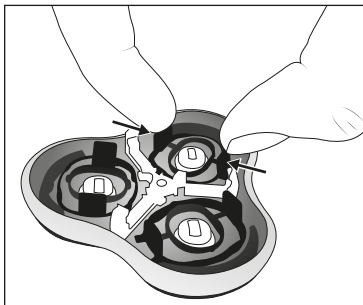

Bild 3
- 2) Tryck ut de båda flikarna som står ut och ta loss skärhuvudenas svarta hållare från arreteringarna (se bild 3). Sedan kan skärhuvudena och knivarna tas av